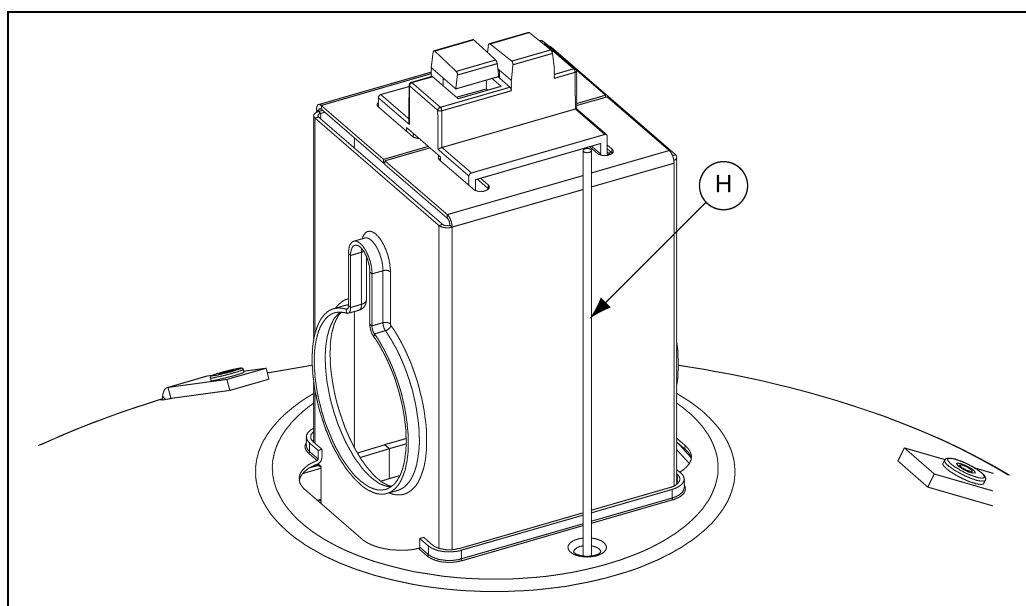

Рисунок 4М
8. Пропустите (Н) трос через отверстие в экране. (см. рисунок 4М.)